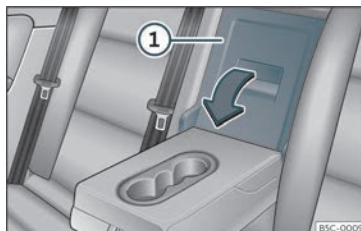

Fig. 129 No respaldo do asento traseiro:apertura da trapela.
- Puxe da panca de desbloqueo na dirección da frecha e abata completamente a tapa da trapela»» **fig. 129** ① cara adiante.